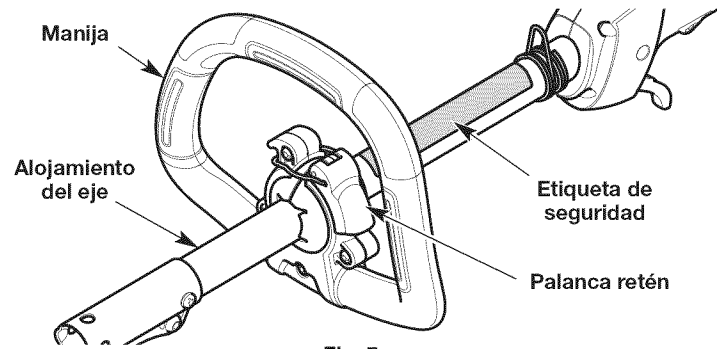

Fig. 7
7. Mantenga la unidad en la posición de funcionamiento (Fig. 19). Mueva la manija hacia arriba o abajo del alojamiento del eje hasta que esté en una posición cómoda (Fig. 7). Compruebe que la manija esté ubicada más allá del extremo de la etiqueta de seguridad (Fig. 7).
1. Levante la palanca retén para aflojar la manija (Fig. 7).
2. Mantenga la unidad en la posición de funcionamiento (Fig. 19). Mueva la manija hacia arriba o abajo del alojamiento del eje hasta que esté en una posición cómoda (Fig. 7). Compruebe que la manija esté ubicada más allá del extremo de la etiqueta de seguridad (Fig. 7).